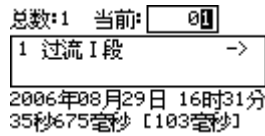

图 5-6 动作记录示例
① 动作记录：记录装置保护动作报告。示例如图 5-6 所示界面。